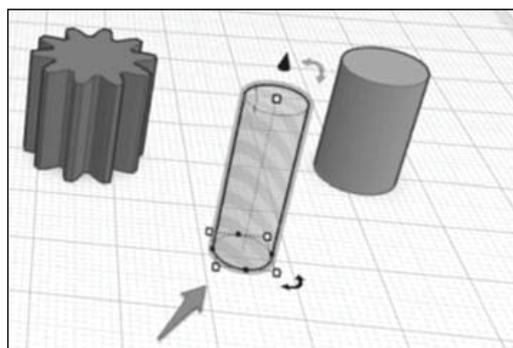

Рис. 52. Создание отверстия
8. Сделать центральное отверстие под ось в шестерне. Можно опять использовать примитив цилиндр и выставить размер, но быстрее и проще зажать кнопку **Alt** и тянуть за боковую часть нашего цилиндра — деталь раздваивается (рис. 52).